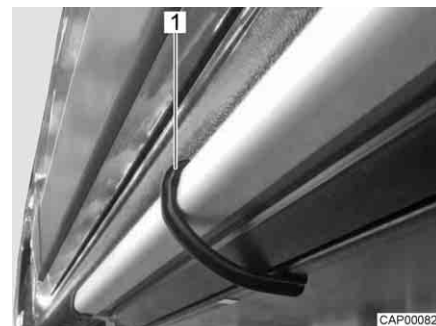

Fig. 13 Graffa di supporto (scalino di ingresso)
- Assicurare lo scalino di ingresso in modo che non possa scivolare fuori utilizzando le graffe di supporto (Fig. 13,1) fornite in dotazione.